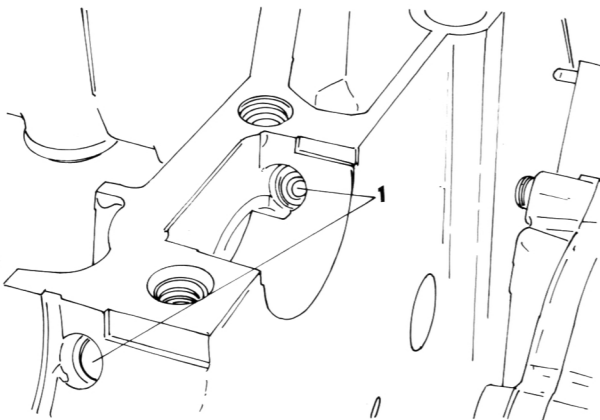

Bild 89
- Nachprüfen, ob die Ölregelblenden («1» in Bild 89) nicht verstopft sind.